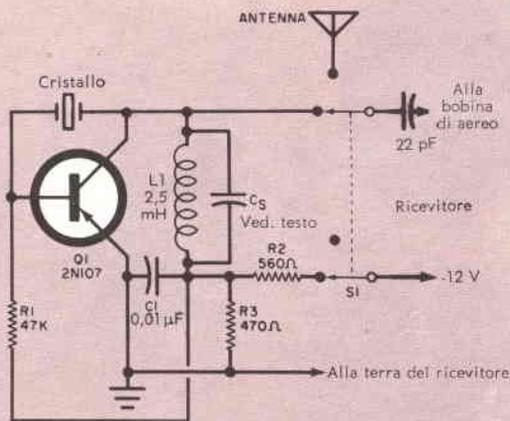

Fig. 2 - Schema elettrico del calibratore a cristallo da 1 MHz. L'energia necessaria ad alimentare l'apparecchio viene fornita dallo ricevitore.
**Circuiti a transistori** - In *fig. 2* presentiamo un calibratore a cristallo da 1 MHz da usarsi con ricevitori transistorizzati per traffico radiometrico. Come potete vedere dallo schema, un transistor tipo p-n-p è usato in un circuito ad emettitore comune. Le tensioni di polarizzazione del collettore e della base si ottengono dal ricevitore con il quale il circuito è accoppiato attraverso il partitore di tensione R2-R3 bypassato da C1. Il resistore R1 in serie serve a limitare la corrente di base al suo giusto valore.